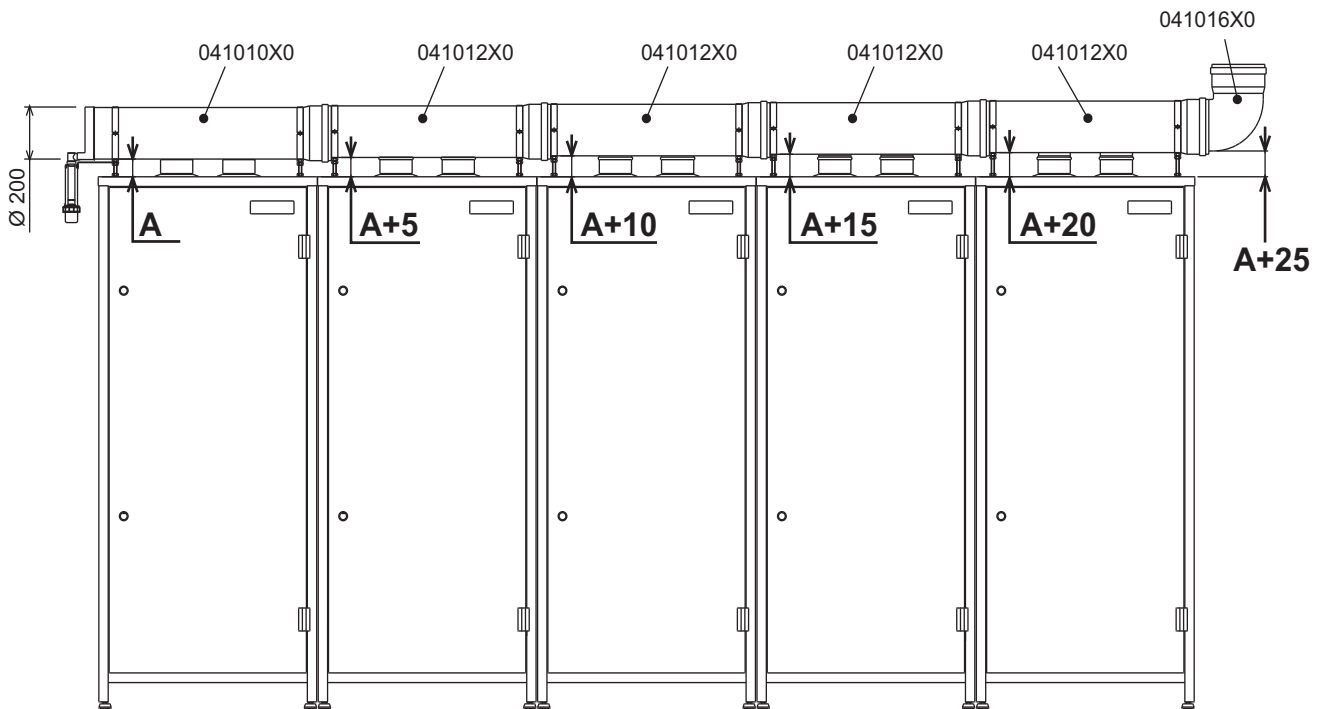
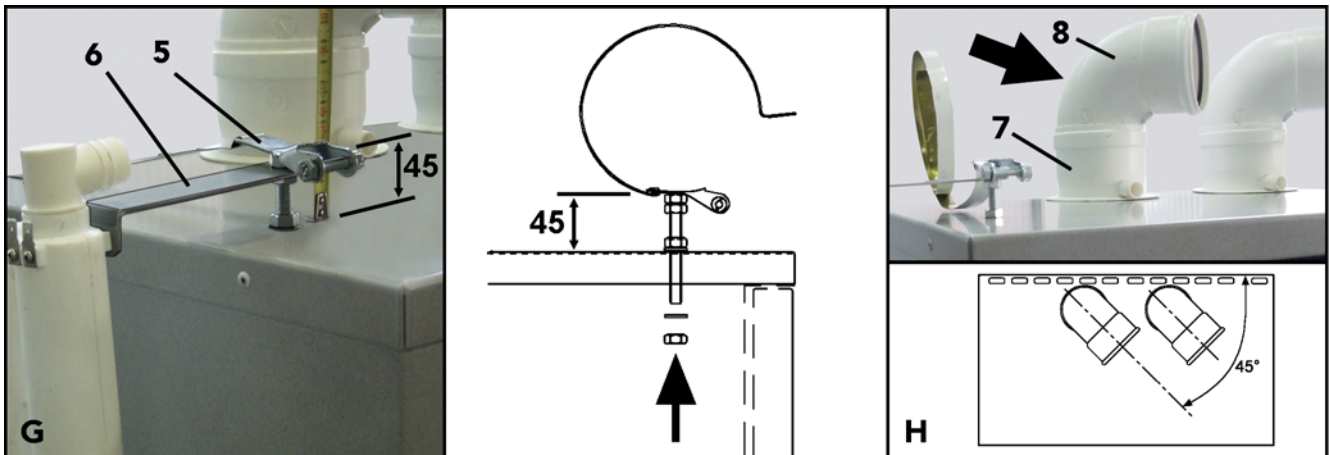
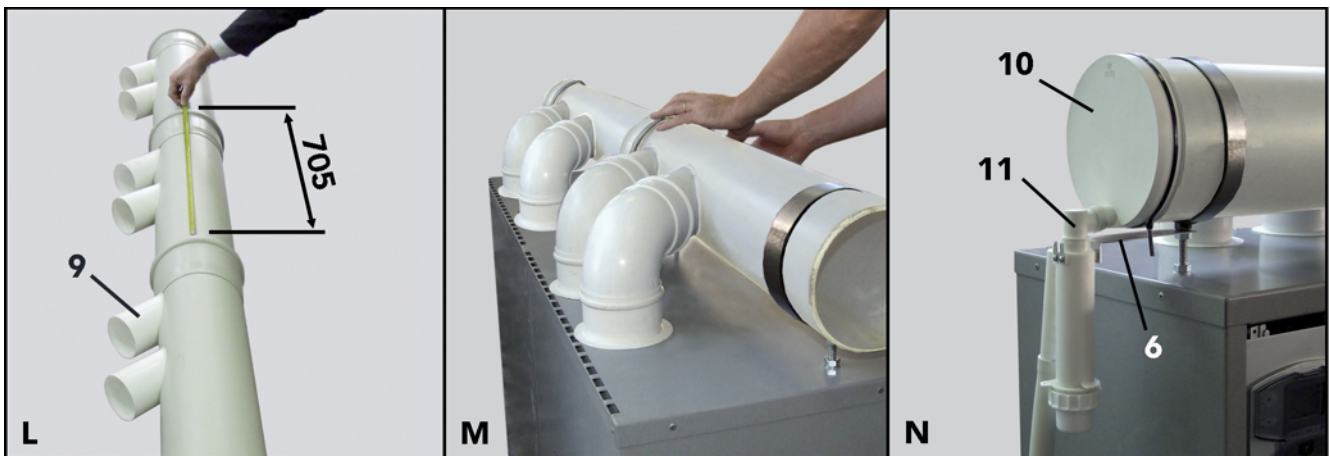

fig. 32 - Instalación de 5 módulos
fig. 35
fig. 36
- G** Montar las bridas de sujeción de los colectores "5" utilizando los orificios de la parte superior de los módulos. El soporte de inicio del primer módulo debe estar a 45 mm de altura (véase el recuadro "G" fig. 35). Dicha altura se debe aumentar progresivamente 5 mm por cada módulo, para obtener la inclinación del colector de humos indicada en fig. 32. Introducir el soporte del sifón de condensación "6" en la brida del primer módulo.
- H** Introducir los codos de 90° M-F "8" en los tubos "7" colocándolos a 45° respecto del módulo (véase el recuadro "H" fig. 35). Para instalar un módulo, **Reply 51/ise** debe utilizar un solo codo de 90° y el tapón incluido en el kit de inicio.
- L** Acoplar los tubos de evacuación de humos (sobre el suelo) de forma que los empalmes "9" estén alineados y la medida de acoplamiento sea 705 mm (véase el recuadro "L" fig. 36).
- Comprobar que la inclinación del colector sea correcta (véase fig. 32), que todos los tubos, codos y válvulas estén correctamente acoplados y que las juntas estén en sus sedes (véase el recuadro "M" fig. 36). Pegar las juntas exteriores a la parte superior de los módulos. Apretar y fijar las bridas de sujeción.